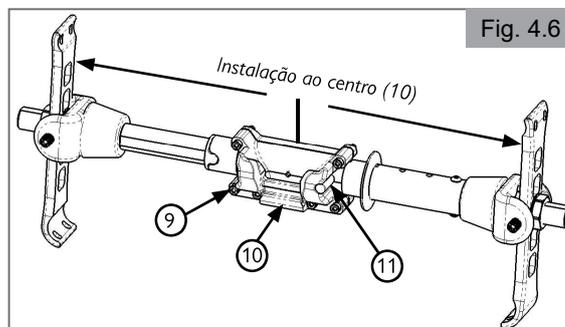

Fig. 4.6
- b. Faça deslizar o recetor do adaptador do eixo (6) sobre o adaptador do eixo dobrável (3) num dos lados.
- c. Comprima o adaptador do eixo dobrável (1) até poder fazer deslizar o recetor do adaptador do eixo (6) sobre o adaptador do eixo dobrável (3) correspondente.
- d. Certifique-se de que o conjunto do eixo dobrável (1) está firmemente comprimido entre as duas placas do eixo (4) da cadeira de rodas.
3. Centrar a base de montagem do recetor e o hardware em cadeiras de rodas (Fig. 4.6):
- Desaperte o hardware (9) com a chave Allen de 4 mm de modo a posicionar corretamente a base de montagem (10).
- Rode a base de montagem até a bolha do nível (11) ficar ao centro quando adicionar peso à cadeira de rodas.